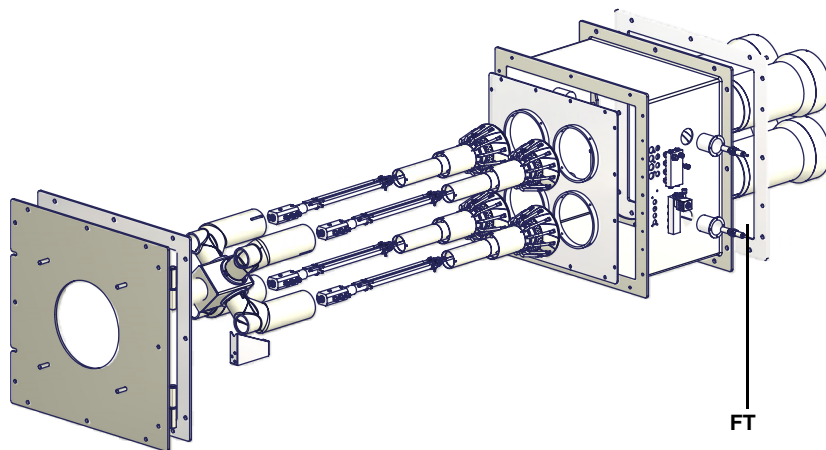
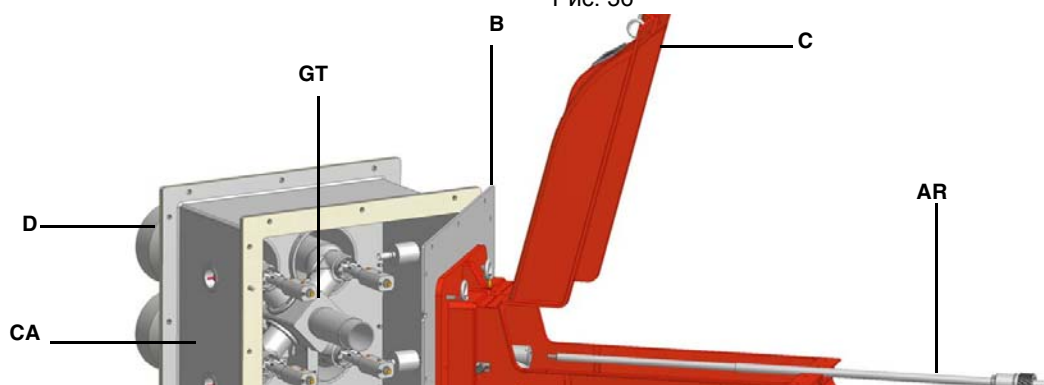

Рис. 36
Рис. 37
- Демонтировать, проверить и почистить голову сгорания. (Рис. 36 - Рис. 37);